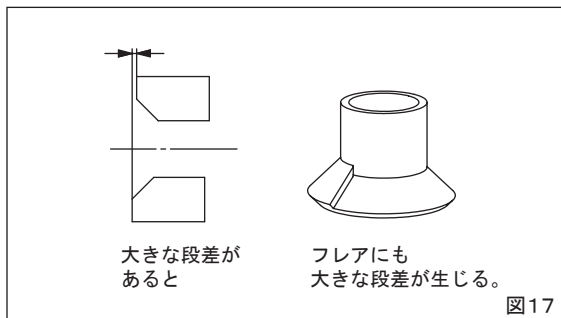

図17
- ・取り付けたライナーに大きな段差があるとフレアにも大きな段差が生じ、ガス漏れ原因となりますので注意してください。(図17)